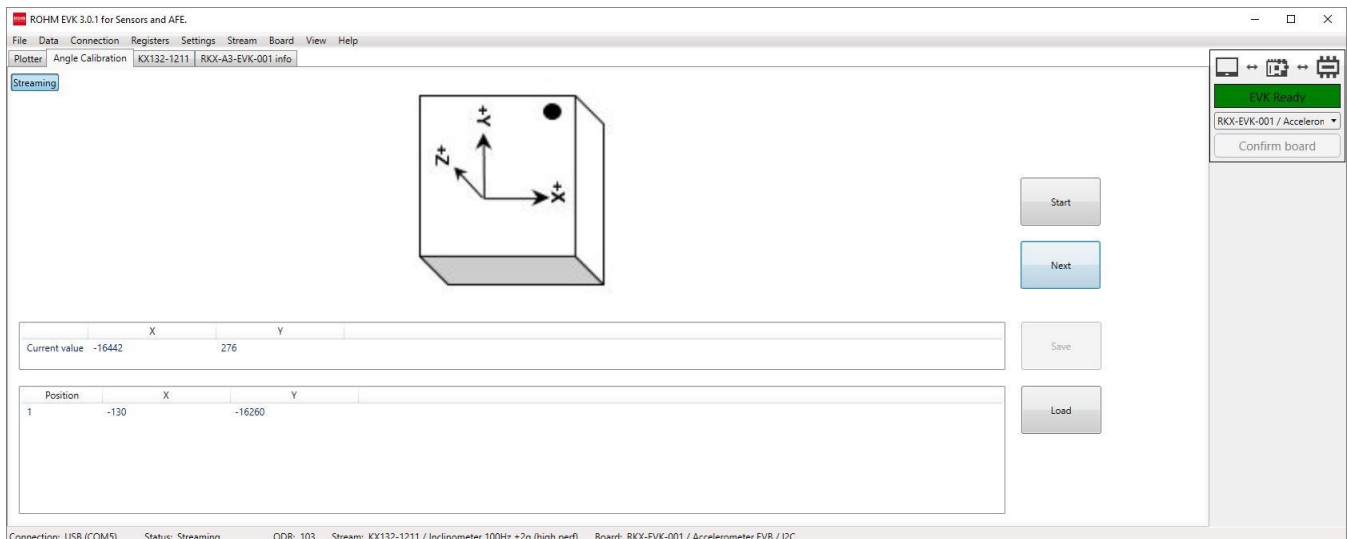

Figure 61. Angle Calibration, ポジション 2
2. Next をクリックし、デバイスを 2 番目の位置まで回転させて静止させます (Figure 61)。